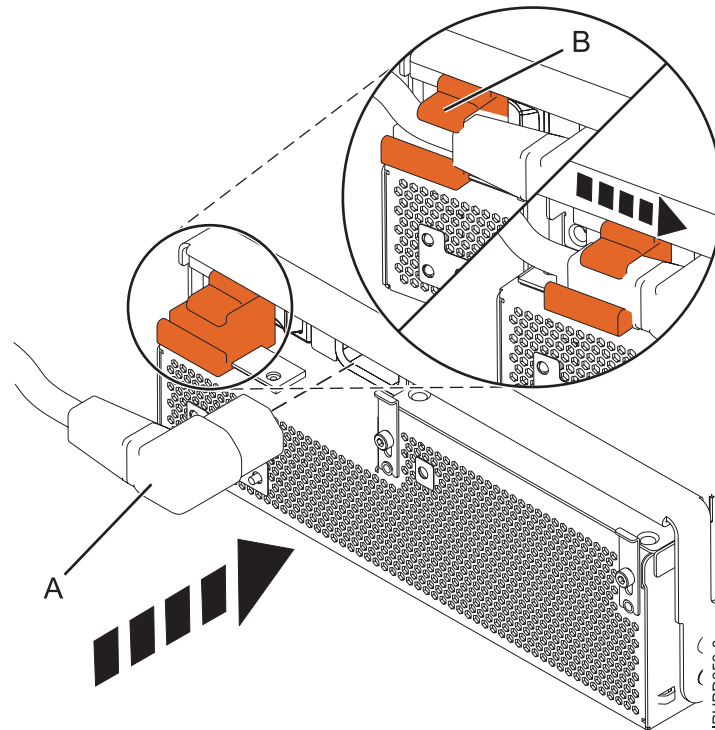

Figure 22. Raccordement du câble d'alimentation à l'avant de l'unité d'extension
7. Fermez la poignée de verrouillage (A) jusqu'à ce que l'alimentation électrique s'enclenche dans son logement.
8. Rebranchez le câble d'alimentation (A) à l'avant de l'alimentation électrique puis faites glisser le support de câble (B) en position fermée pour fixer le câble, comme indiqué à la figure 22. En plaçant le support en position fermée, vous mettez le système sous tension.